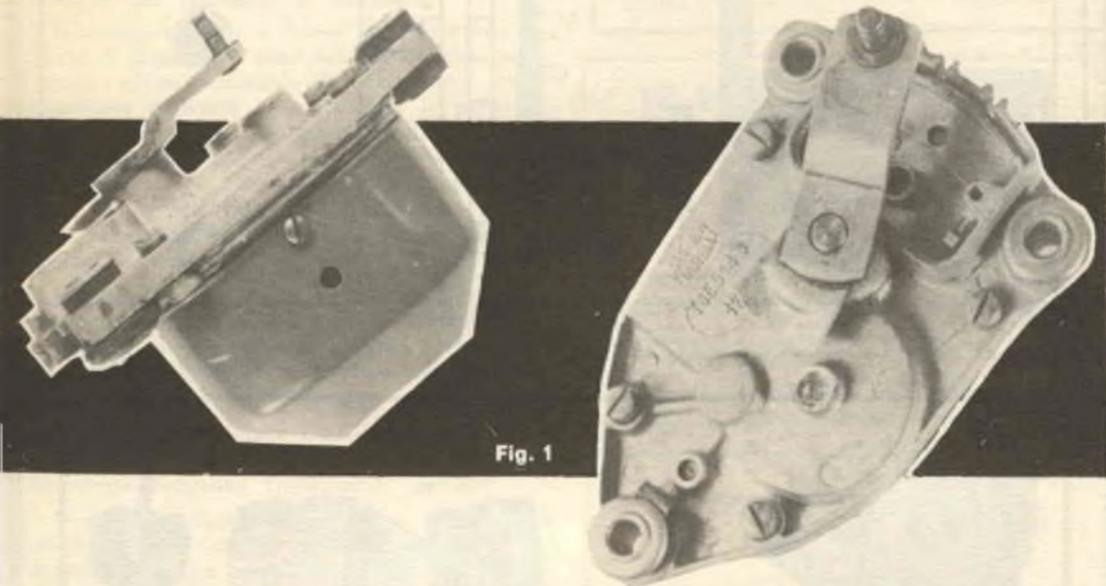
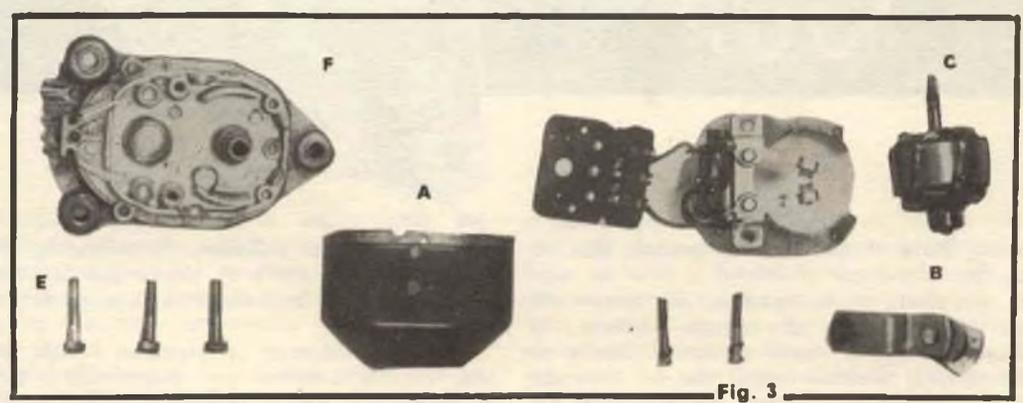
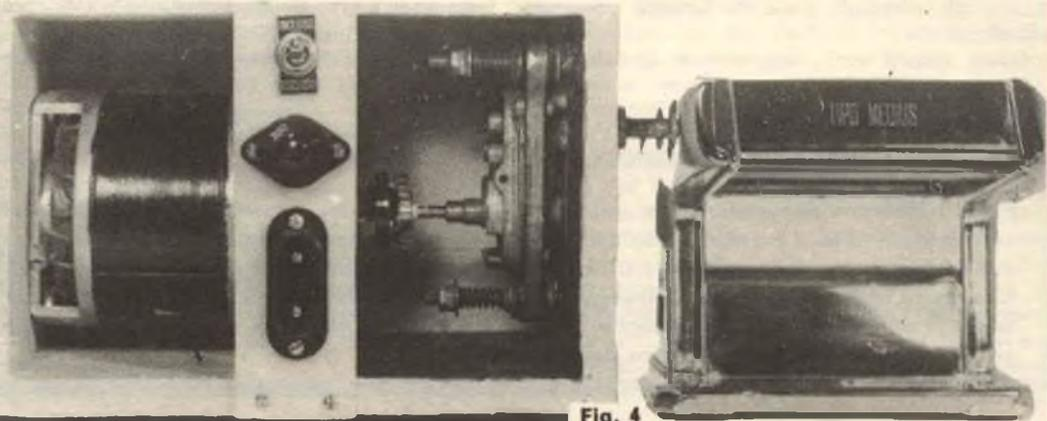

Fig. 1
Fig. 3
Fig. 4
Fig. 1 - Motorino per tergilcristallo utilizzato nel prototipo. Fig. 2 - Piano costruttivo del servomotore. Fig. 3 - Visione esplosa del motorino per tergilcristallo. A: carter; B: leva per il movimento delle spazzole; C: rotore (sull'asse è visibile la vite senza fine); D: statore con contattiera, E: Viti di fissaggio; F: gruppo riduttore nudo. Fig. 4 - Vista completa del motore applicato all'accessorio. Fig. 5 - Progetto di forniture dell'attacco per l'accessorio. Fig. 6 - Schema elettrico dell'apparecchio.
ne nazionale è facilmente reperibile presso qualsiasi demolitore per un prezzo modico: 500 lire circa (vedi fig. 1).
Per smontarlo bisogna innanzitutto togliere il carter svitando le due viti che lo sorreggono (fig. 4 A), quindi svitare il braccetto (B) tenendo fermo il rotore e girando in senso antiorario. A questo punto si sfilerà il rotore (C), che è semplicemente infilato, e su cui è possibile notare la vite senza fine che trasmette il moto al sistema; si toglieranno le due viti che sorreggono lo statore (D) e, dopo averlo liberato dalla contattiera, il gruppo riduttore (E) sarà completamente separato dal resto.